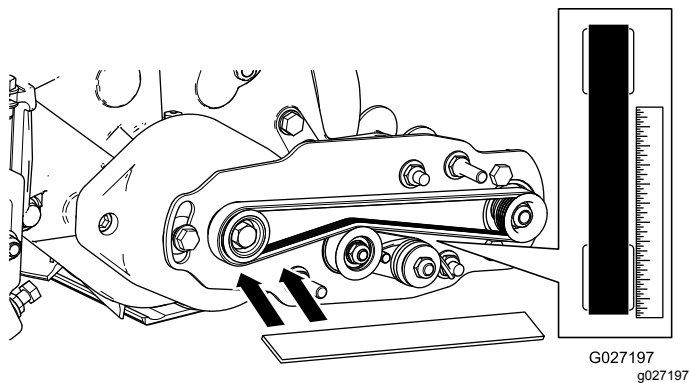

Рисунок 23
- Установите проверочную линейку на наружную поверхность ведущего шкива (Рисунок 23).